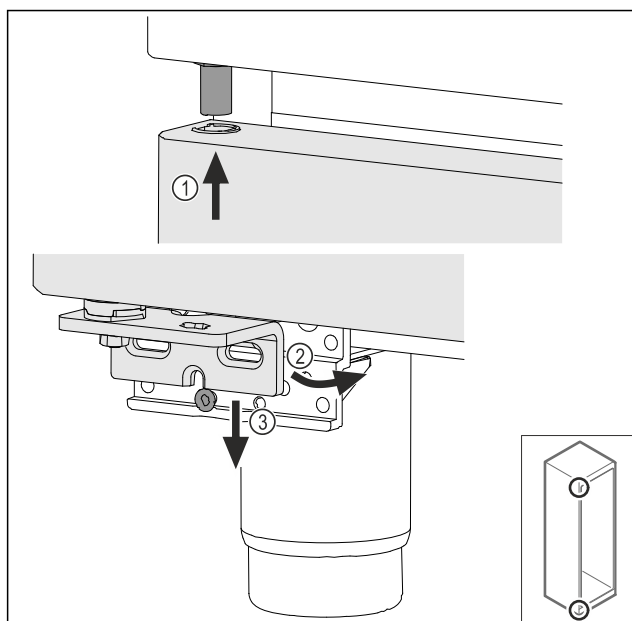

Fig. 39
- ▶ Futni derën të anuar paksa në pjesën lart Fig. 39 (1), vendosni derën drejt Fig. 39 (2) dhe mbështeteni poshtë mbi vidën e bazamentit mbështetës Fig. 39 (3).